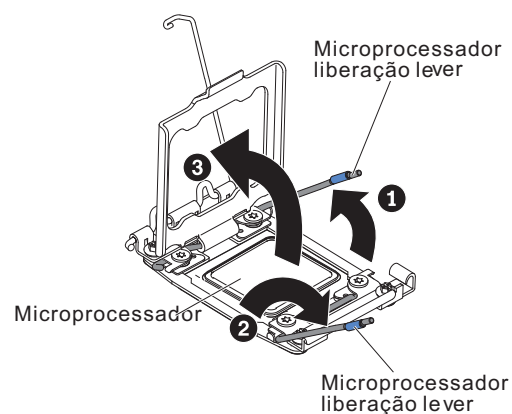

Figura 293. Abrindo as alavancas de liberação
2. Erga o dissipador de calor para fora do servidor. Após a remoção, coloque o dissipador de calor (com o lado da graxa térmica para cima) em uma superfície plana limpa. Abra o retentor e as alavancas de liberação do soquete do microprocessador, conforme mostrado em Figura 293.